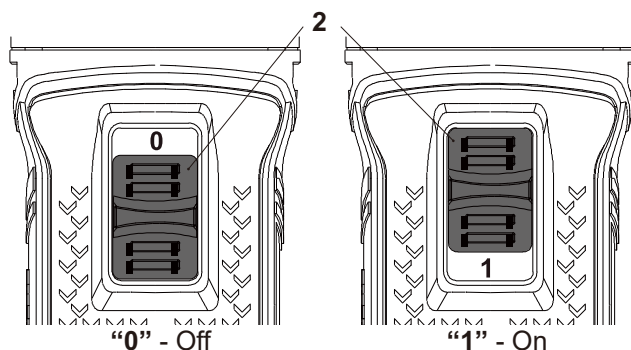

Fig.15
- > Assegure-se que o interruptor de ligado/desligado (4) está em posição desligado (Fig.15).
- > Deslize o interruptor de ligado/desligado (2) para a frente (desde a perspectiva do utilizador) para ligar o produto (Fig. 15).
- > Deslize o interruptor de ligado/desligado (2) para trás (desde a perspectiva do utilizador) para desligar o produto (Fig. 15).